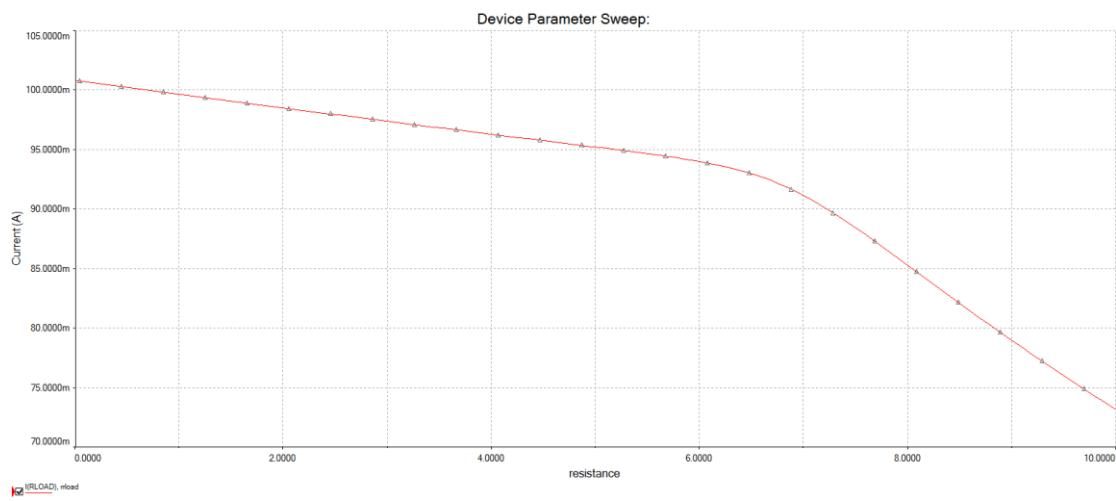

图 5-9b 电流镜型 100mA 恒流源带载能力很差
- 1) 负载改变时，输出电流波动较大。其实这个电路的电流镜作用，是维持右侧 I_B 基本稳定。大家回忆一下模电课基本内容，当 I_B 稳定时，输出电流 I_C 与 U_{CE} 之间满足一个稍向右上倾斜的曲线（就是输出伏安特性曲线中较为平直的那一段），当负载电阻增大时，Q2 的 C 端电位会上升，导致 U_{CE} 下降，工作点左移， I_C 自然就下降了。用 multisim12.0 仿真负载电阻从 0.01Ω 变化到 10Ω ，输出电流情况如图 5-9b，电流从 101mA 变到 85mA，效果很差。